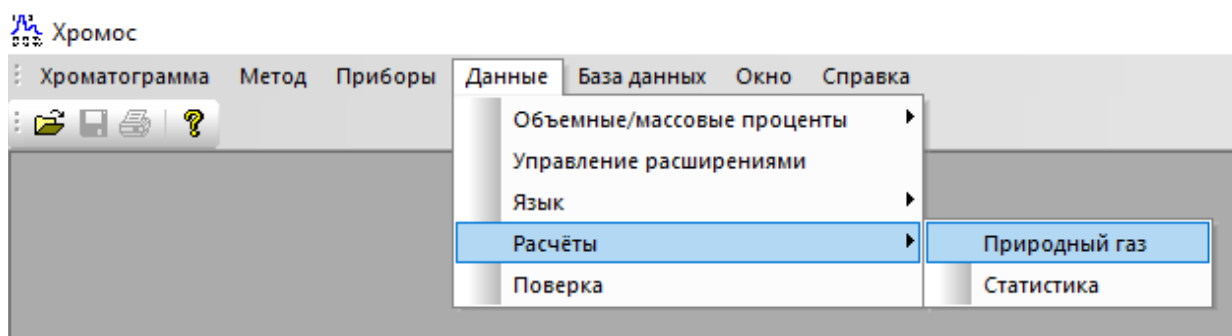

Рис. 2. Запуск дополнения в ПО «Хромос»
3. В меню *Данные* выберите **Расчёты** > **Природный газ**. Откроется окно программы (Рис. 2).